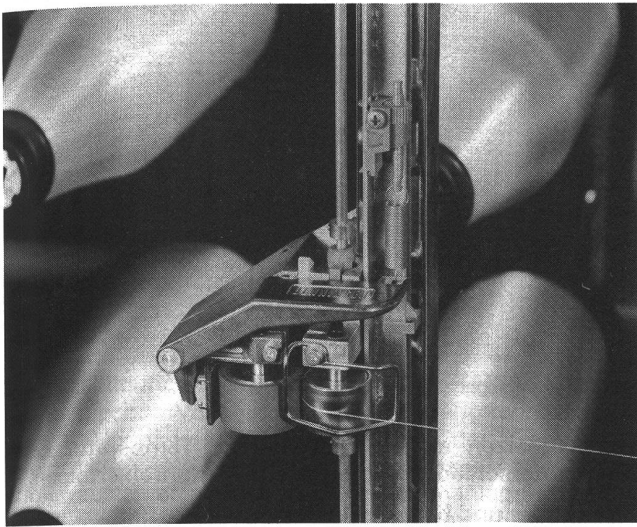

Abb. 11: Pressrollenspanner Modell UR
4.4 Der Rollenspanner Modell UR (Abb. 11)